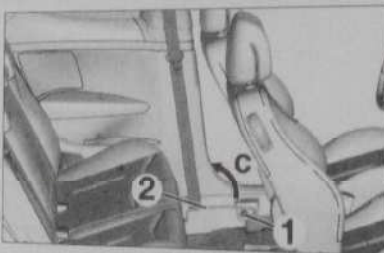

Fig. 19
- la vis inférieure de ceinture de sécurité (1) (Fig.19),
- Dégager le guide (2) suivant la flèche.